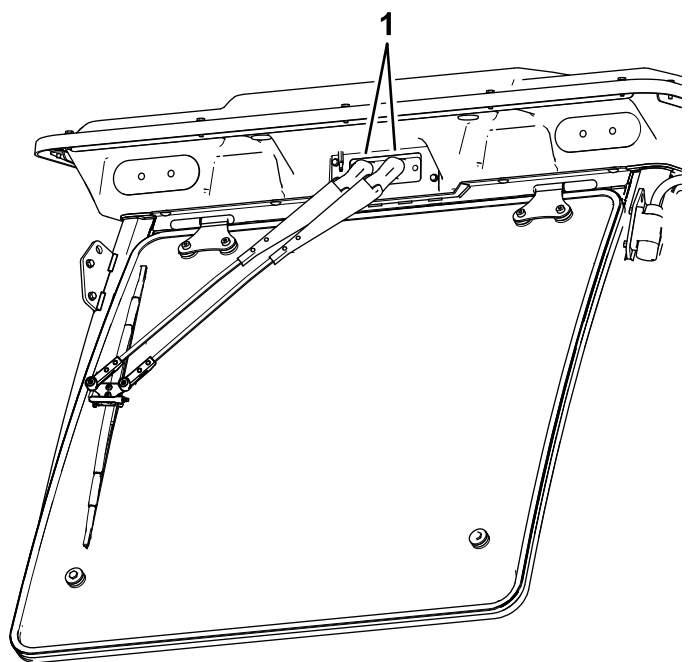

Figura 113
1. Abra los tapones en la parte superior de los brazos del limpiaparabrisas (Figura 113).